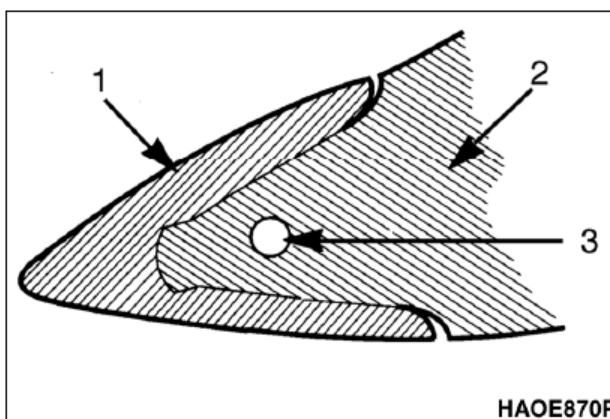

Рис. 25 1. ТОЧКА, 2. АДАПТЕР И 3. ПАЛЕЦ
2. Не следует допускать, чтобы сменные зубья ковша стирались до такой степени, чтобы открывались адаптеры. См. рис.25.